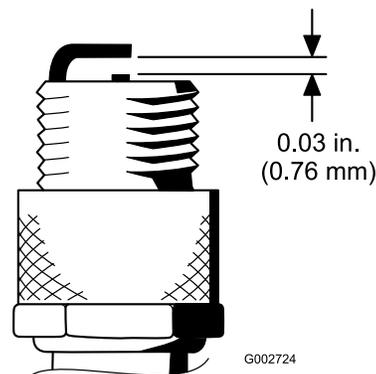

图32
4. 如图32所示将中心电极与侧电极之间的空隙设置为 0.76mm。